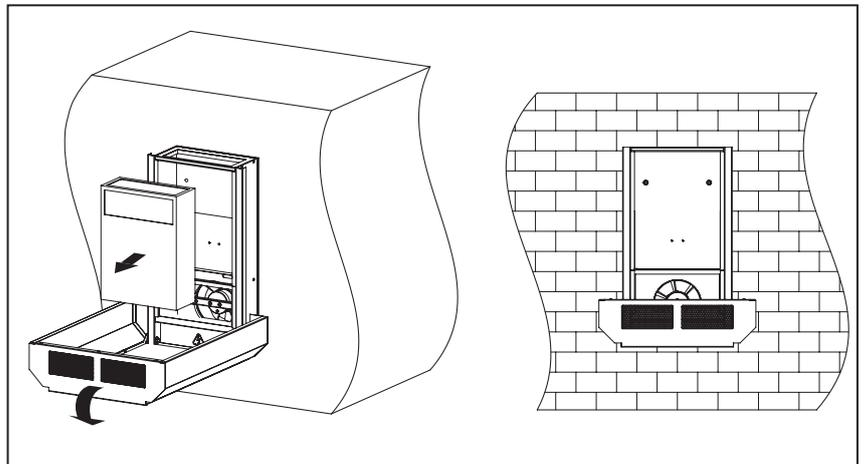

Abb. 8.
- a) Entfernen Sie die Frontabdeckung und ziehen Sie den Wärmetauscher heraus, Abb. 8;